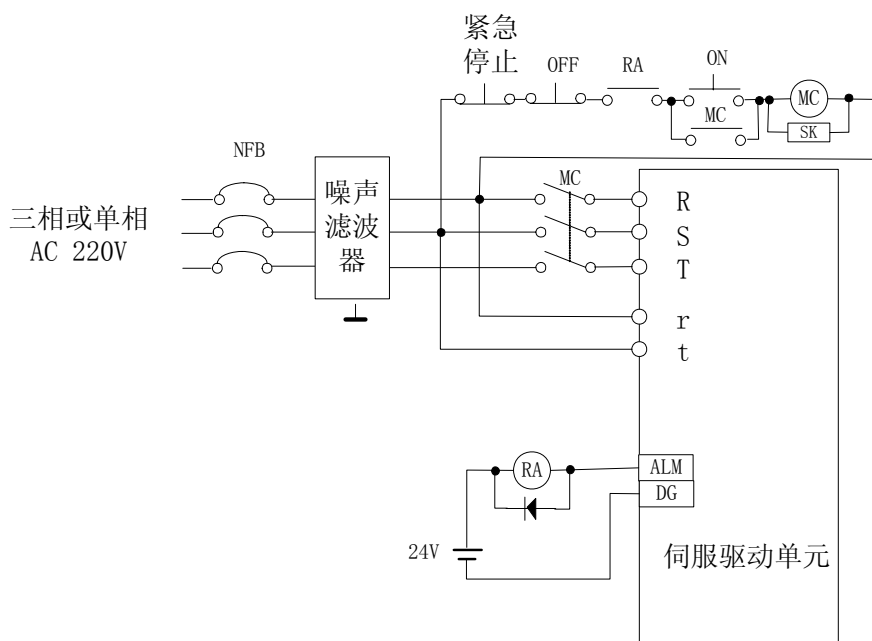

图 7-1 电源接线图
- 应接入一个紧急停止电路，确保发生故障时，电源能立即停止（参见图 7-1）
电源连接请参照图 7-1，并按以下顺序接通电源：